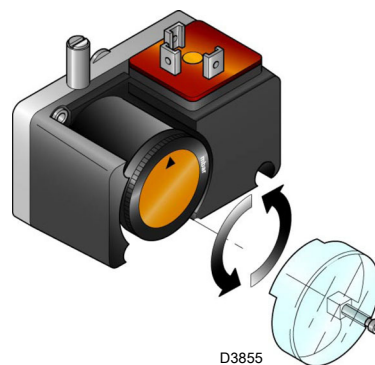

图 31
- ▶ 调节最小燃气压力开关 (图 31 页 36) 至量程的起始位置。
在调节燃烧器、燃气阀和阀组稳定器后，再调节低燃气压力开关（图 31）。